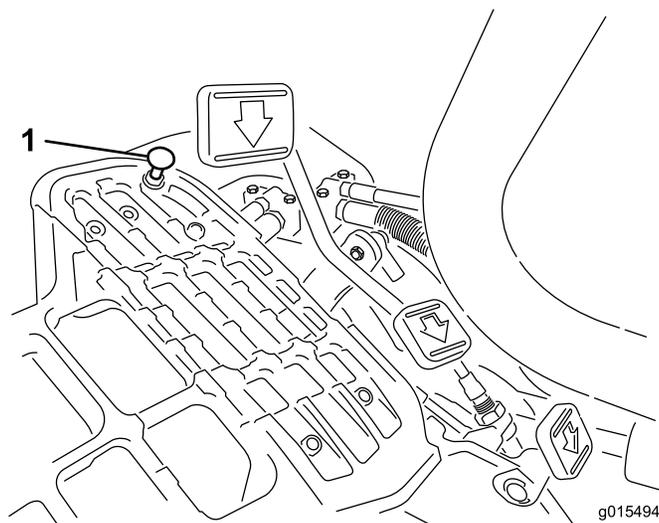

図 49
モードレバーを「移動走行」位置にセットし、ペダルを一杯に踏み込めば最高速度となります。ケーブルに張力が掛かる前にペダルがストップ 図 49に当たる場合には調整が必要です。
1. モードレバーを「移動走行」位置にセットし、ペダルストップを固定しているロックナットをゆるめる 図 49。